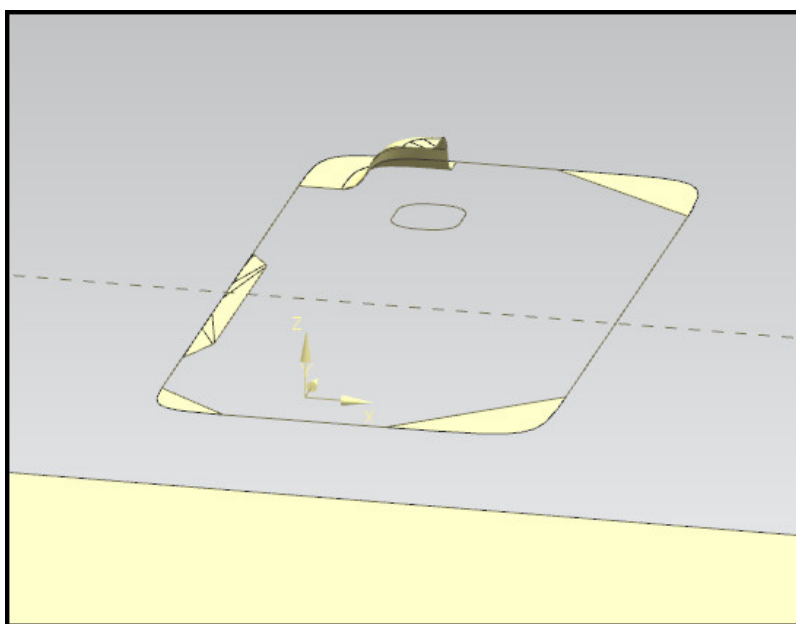

Рис. 7.13. Операция вытяжки
- Повторите данный шаг для всех созданных поверхностей. В результате операция вытяжки будет выглядеть следующим образом (рис. 7.13).